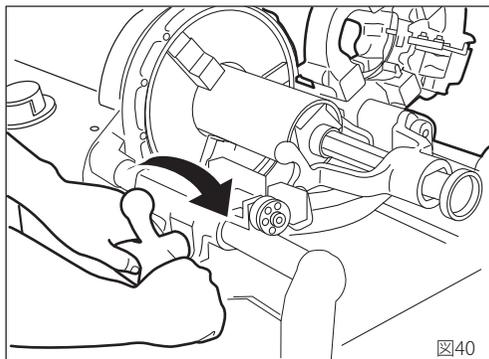

図40
- ④スイッチを入れてパイプを回転させてから送りハンドルでリーマをパイプに押しつけ、パイプが1/2回転以上したらリーマをパイプからはなしてください。これで面取りは完了です。(図40)